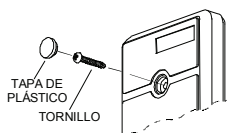

Figura 4. Feche a tampa frontal
A. Retire o parafuso e a tampa frontal (ver Figura 4). A tampa redonda de plástico é fornecida em separado num pequeno saco.